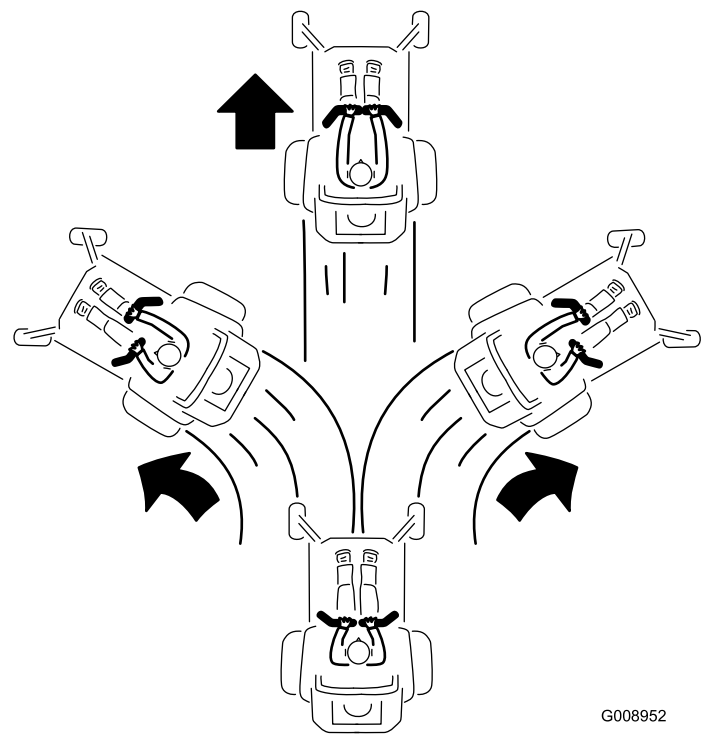

Figura 33
3. Para ir hacia adelante, empuje lentamente las palancas de control de movimiento hacia adelante (Figura 33).